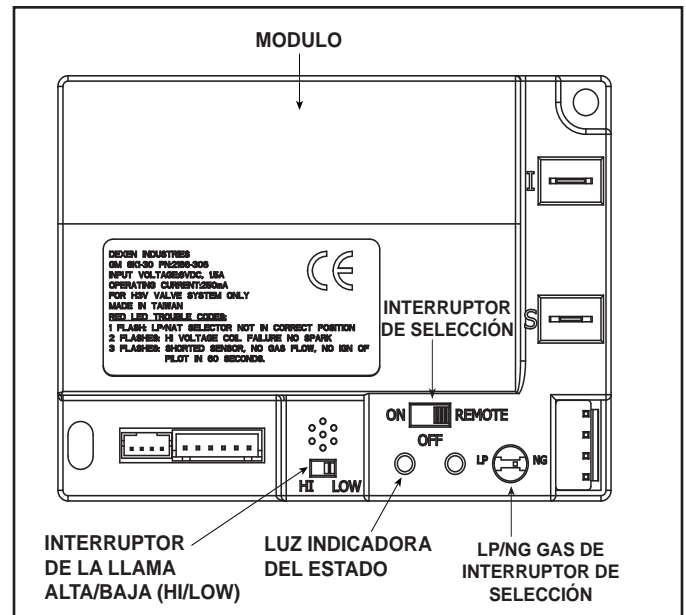

Figura 2.1 Módulo de control
1. El módulo de control cuenta con un interruptor de selección ON/OFF/REMOTE que controla las siguientes funciones. Consulte la Figura 2.1.